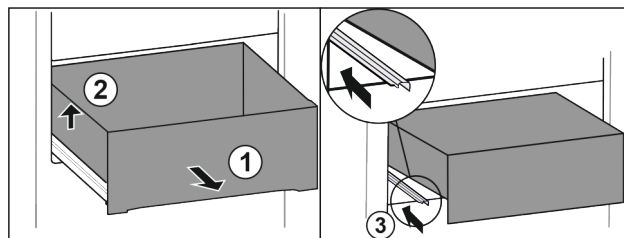

Fig. 95
- Estrarre il cassetto fino all'arresto. Fig. 95 (1)
- Sollevare il cassetto a sinistra. Fig. 95 (2)
- Inserire la guida sinistra. Fig. 95 (3)